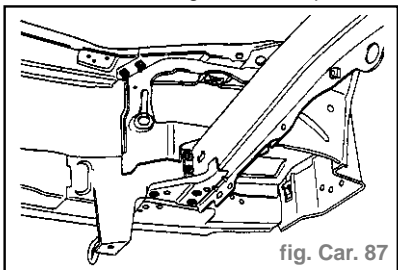

fig. Car. 87
#### Soudure (fig. Car. 87 et 88)
**Soudure** (fig. Car. 87 et 88)